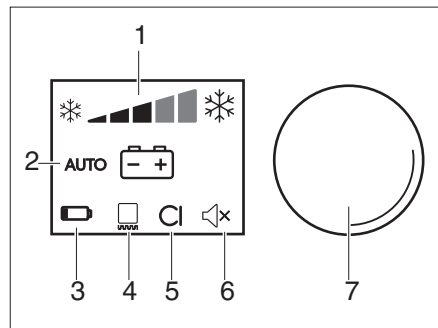

Fig. 88 Elementos de mando para el frigorífico (Dometic de la serie 10)
- ▶ Cambiar el modo de funcionamiento a «**AUTO**» (Fig. 88 ,2).
- ▶ Ajustar la temperatura de refrigeración con el botón de mando (Fig. 88,7).
- ▶ Pulsar el botón de mando (Fig. 88,7) durante 4 segundos. El frigorífico está desconectado.